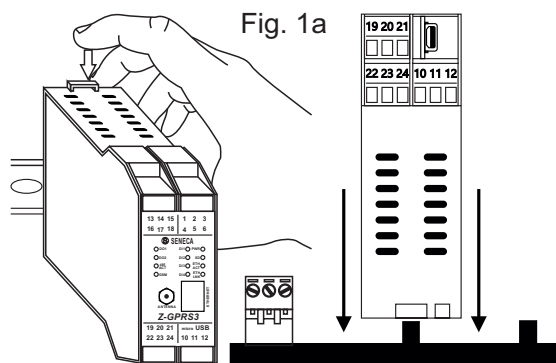

Fig. 1a
- 2) Insérer le connecteur arrière IDC10 du module sur une fente libre de l'accessoire pour le rail DIN comme illustré sur la figure 1a. (l'introduction est univoque parce que les connecteurs sont polarisés).
- 3) Pour fixer le module au rail DIN serrer les deux crochets situés de chaque côté du connecteur arrière IDC10 comme illustré sur la fig.1a.